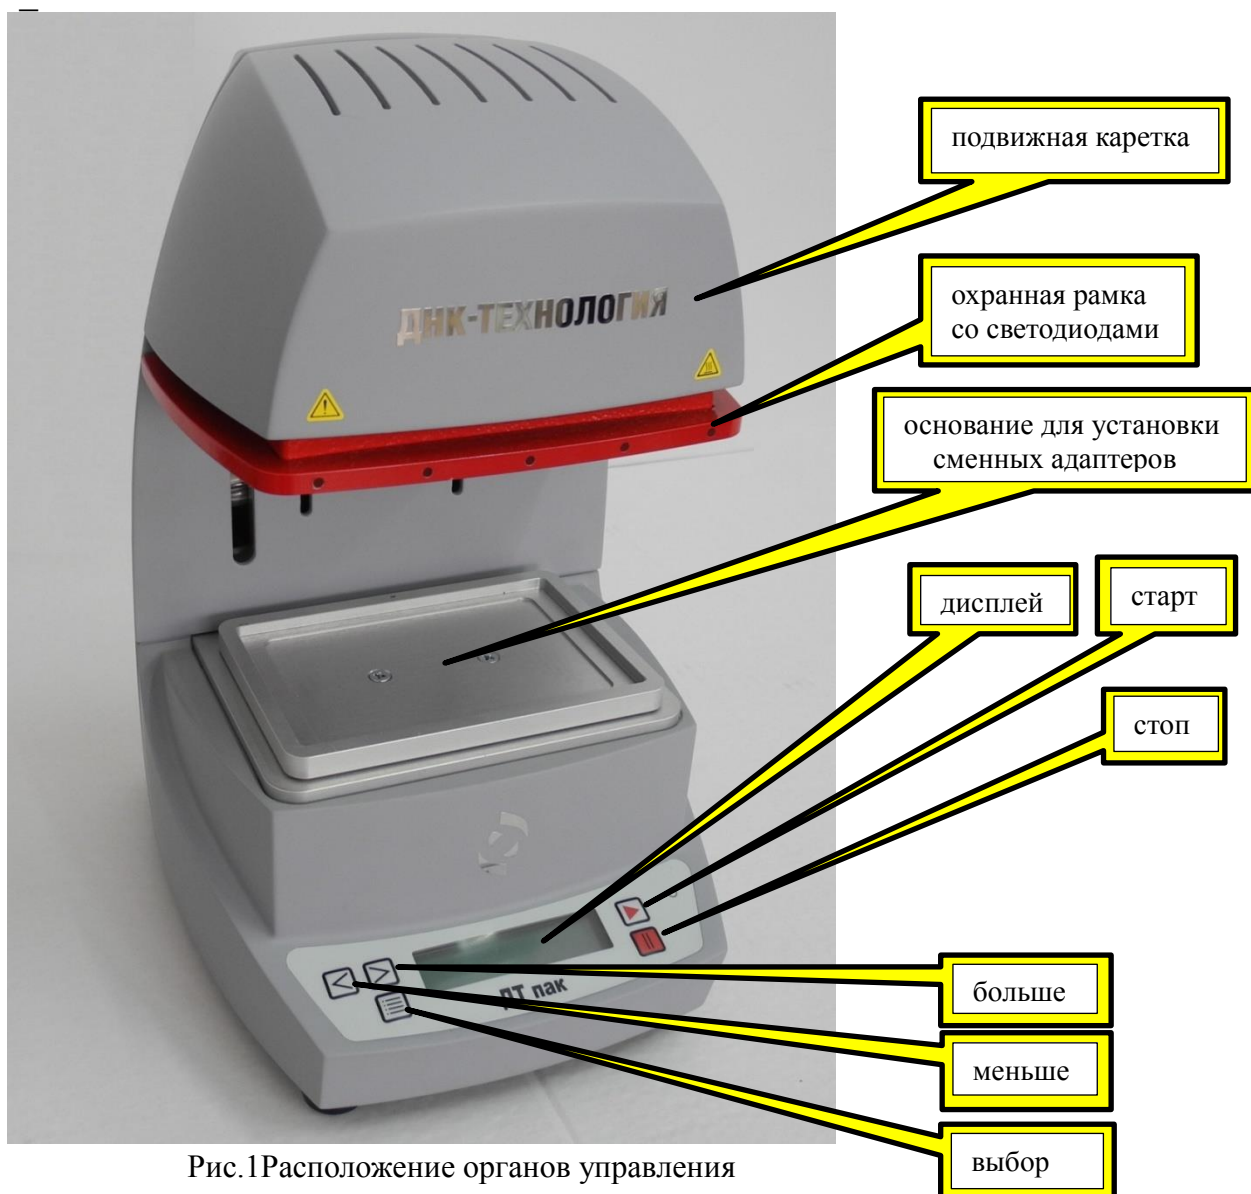

Рис.1 Расположение органов управления
После достижения заданной температуры дальнейший процесс запечатывания выполняется по команде оператора в автоматическом цикле: перемещение подвижной каретки (см. рис.1) вниз до касания – создание заданного усилия прижима – выдержка в течение заданного времени – возврат подвижной каретки в исходное положение.
2. Нажатие кнопки  «Старт» (см.Рис.1) переводит устройство в режим нагревания изделия до заданной температуры. На дисплее появляется сообщение: